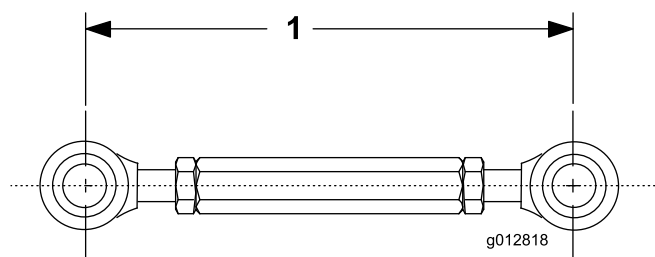

Рисунок 9
4. Отрегулируйте длину резьбовой тяги, чтобы она была равна 19 см, и затяните зажимные гайки (Рисунок 9).